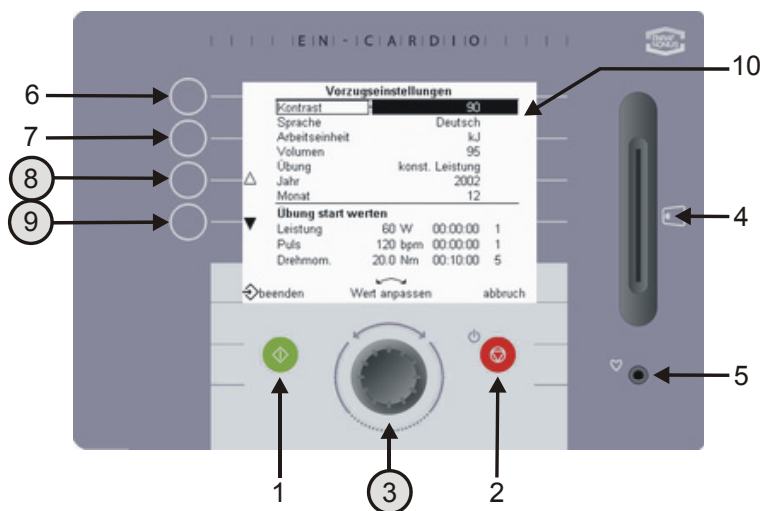

Abbildung 14 Einstellfenster nach der Eingabe der Vorwahl
Die fabriksseitigen Einstellungen sehen wie folgt aus (siehe Abbildung 14):
8. Wenn sich das Gerät ausschaltet, betätigen Sie gleichzeitig die Tasten 6 und 9. Daraufhin erscheint das Vorwahlmenü (Abb. 14).
9. In diesem Menü können Sie anhand der Tasten 8 und 9 verschiedene Einstellungen ändern. Mit der Drehtaste (3) lassen sich die vorgegebenen Werte anpassen.